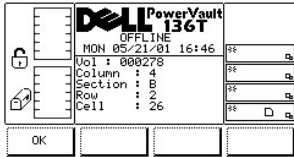

图 20. 状态 > 磁带库 > 介质选择对话框 > 介质详细资料对话框
- 1 如果按下**选择**软键下方的按钮，则会显示当前活动字段的详细资料。请参见图 20。